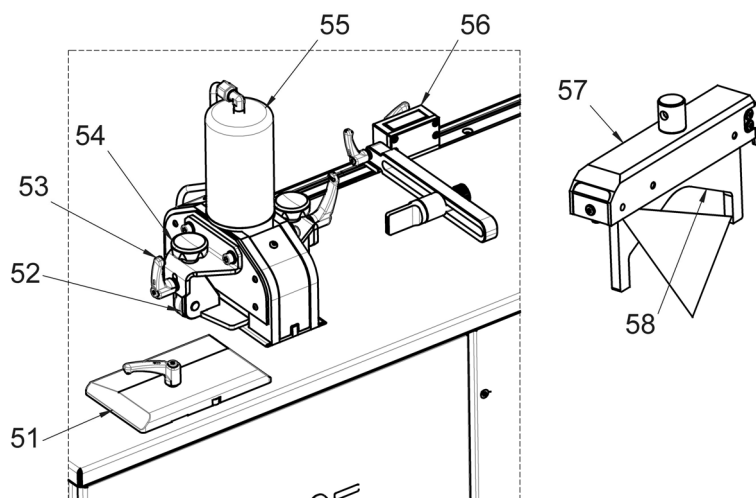

Рис. 9: Резка токовых шин
- Разблокировать рукоятки на боковой направляющей пластине (рис. 9, 51) и установить направляющую пластину в соответствии с шириной токовой шины.
- Отвинтить винты (рис. 9, 54) и рычаги для фиксации (рис. 9, 53) обоих прижимов и настроить прижимы на толщину заготовки. Правильная настройка направляющих пластин и прижимов обеспечивает лучший результат резки.
- Чтобы отключить устройство, установить сетевой переключатель на (0).